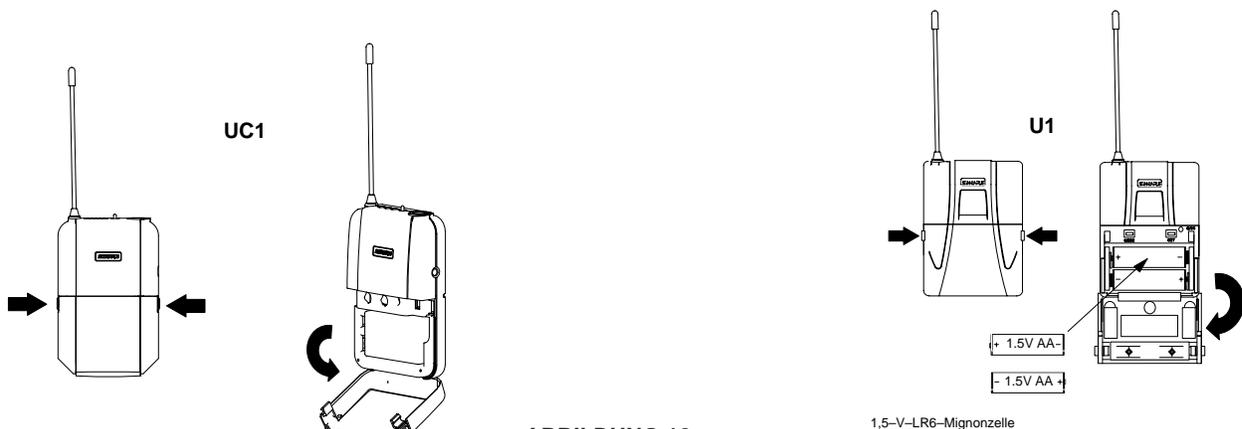

ABBILDUNG 12
2. Das Batteriefach des Senders öffnen, indem die beiden Zungen auf beiden Seiten des Senders zusammengedrückt werden. Dann die Batterieabdeckung nach unten klappen. Siehe Abbildung 12.